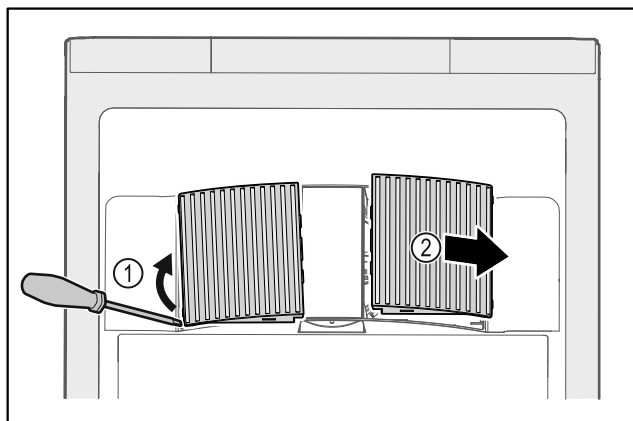

Fig. 173
- ▶ Ventilatorafdekkingen voorzichtig aan de zijkant eruit halen Fig. 173 (1) en naar de voorkant toe verwijderen Fig. 173 (2).